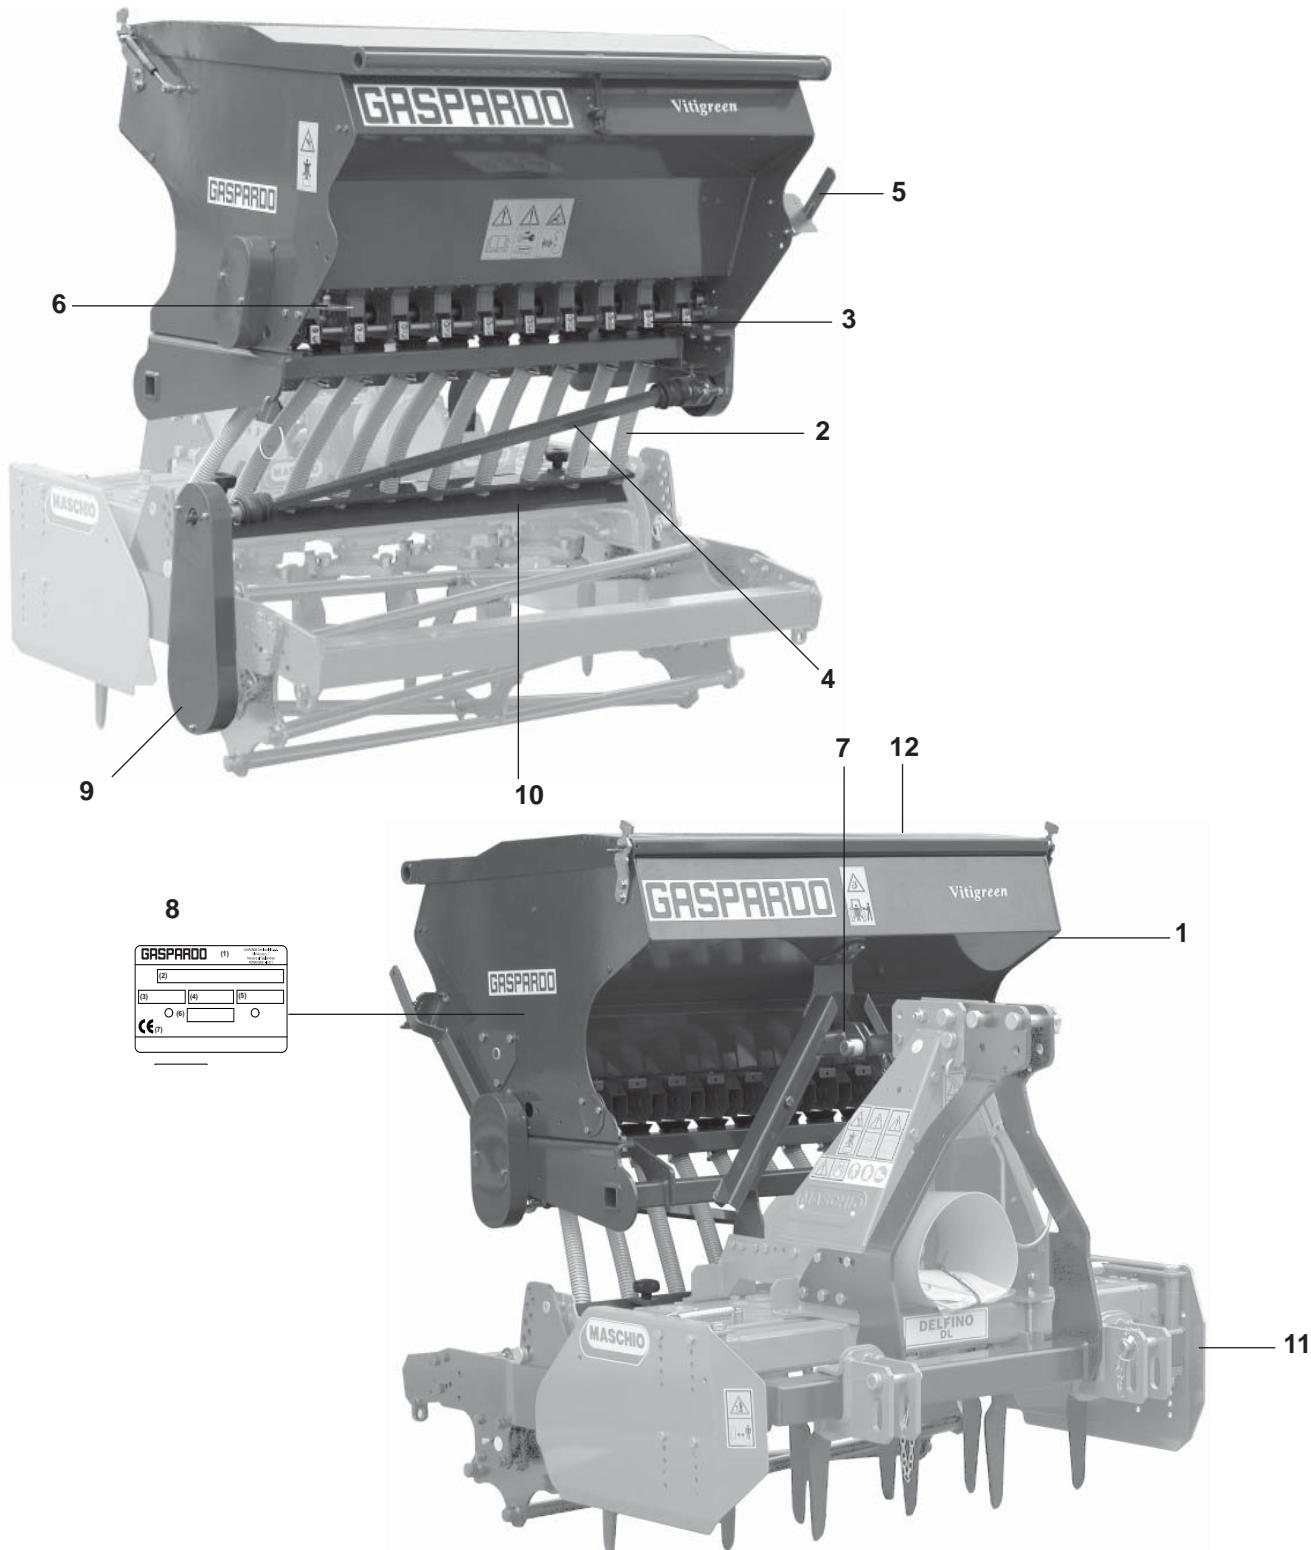

fig. 3
La massa della macchina è evidenziata nella targhetta di identificazione (8 Fig. 3). Adeguaire la lunghezza delle funi per bilanciare il carico. I punti di aggancio sono individuabili dalla presenza del simbolo grafico «gancio» (7 Fig. 4).
1.7 DISEGNO COMPLESSIVO (Fig. 3)